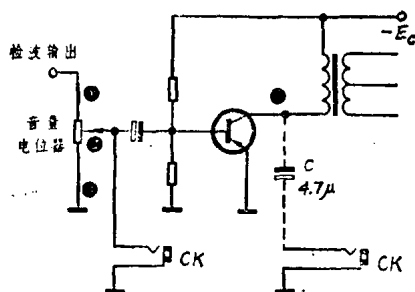

图 1-2 从收音机取得高质信号的方法
如果我们已经有了现成的超外差式收音机，就可以用它来做调谐器，这只需在收音机上加装一个信号插口就行。收音机输出信号可取自收音机音量电位器，见图1-2。当从①、③端取信号时，信号大小不受收音机音量电位器控制；而从②、③端取信号的话，收音机音量电位器便兼起调节扩音机输入信号强弱的作用。若希望输出信号大一些，也可经过一级低频放大后再输出，如图1-2的④端，虚线所示。图中的CK是输出插口，C是隔直流电容。如果直接从收音机扬声器两端或耳机插口取出信号，虽然有较强的输出，但失真较大，除了配合简单的功率接续器外，一般不宜从那里取用信号。另外，由于普及型半导体收音机的收音通道频带较窄，输出的音频信号将缺少较高和较低的频率成分，如果用它来做信号源，就应设法加宽它的通频带。廉价的直接放大式（再生式）收音机，因通频带更窄，音质不好，不宜配扩音机使用。对音响爱好者来说，如果当地有超短波调频广播的话，使用一个能接收FM波段的收音调谐器是值得的。